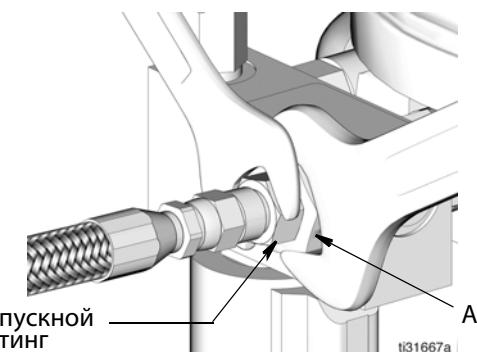

Рис.24
- Ослабьте выпускной фитинг насоса (Рис.24).